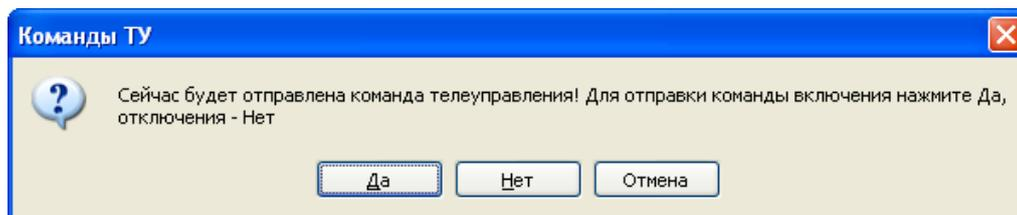

Рисунок 3.24
3.3.5.2 После нажатия кнопки *Команды ТУ* для счетчиков с одним выходом ТУ открывается окно *Команды ТУ* (рисунок 3.24), где нужно указать производимую команду.